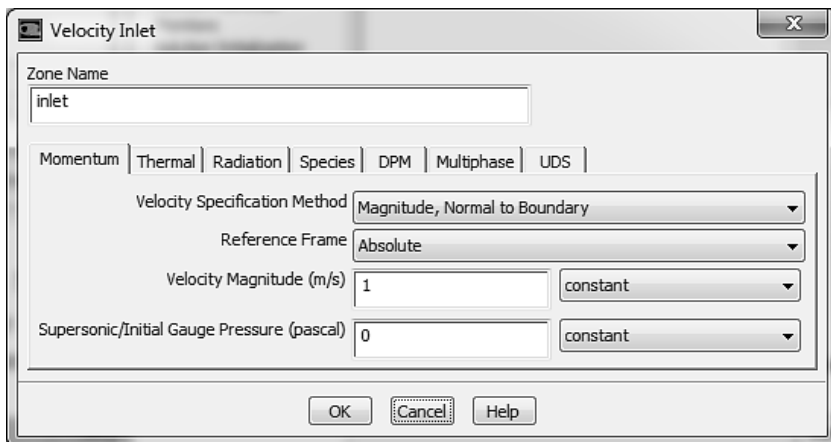

Рис. 1.44
- 2) В появившемся окне Velocity Inlet, рис. 1.44 выбираем значение Velocity Specification Method равным Components и устанавливаем значение Axial-Velocity(m/s) равным 1.